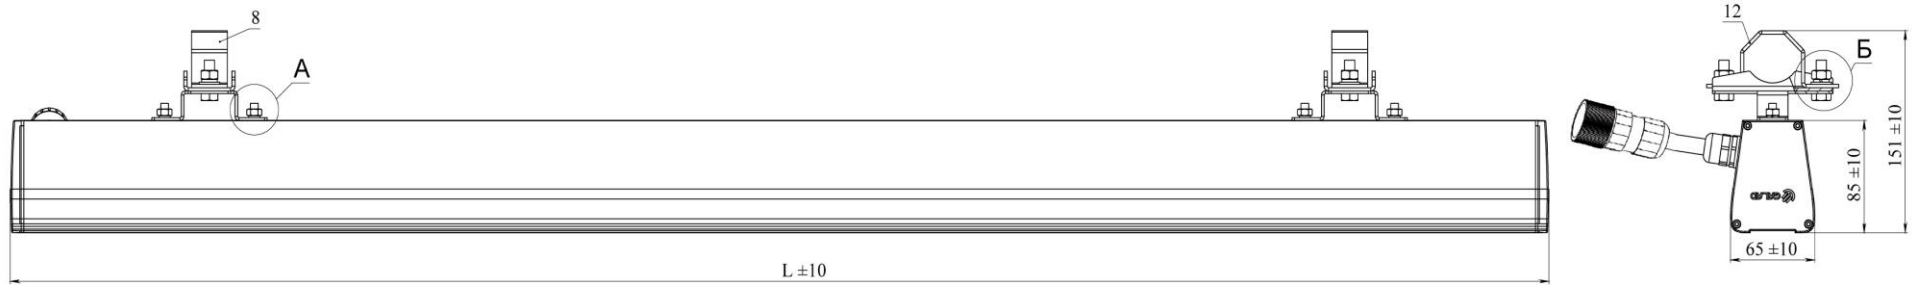

Рисунок 3
5.4.1. Светильники с кронштейнами под установку на трубу монтировать следующим образом. Открутить четыре гайки М6 (поз.6) (Вид «А» Рисунок 3), снять гроверные шайбы (поз.7), установленные на шпильках планок, расположенных в нижнем пазе светильника. Установить два кронштейна КНТ (поз.8) (Рисунок 4) совместив шпильки планок, установленных в нижний паз светильника с отверстиями на кронштейне. Установить гроверные шайбы (поз.7) и закрутить гайки М6 (поз.6) с усилием 9,4 – 13,4 Н.м.
Для удобства монтажа светильника имеется возможность регулировки кронштейнов КНТ (поз.8) (Рисунок 3) вдоль оси светильника, для этого необходимо ослабить четыре гайки М6 (поз.6) (Вид «А» Рисунок 3), установить кронштейны КНТ в необходимом положении, затем затянуть ранее ослабленные четыре гайки М6 с усилием 9,4 – 13,4 Н.м.
5.4.2. Открутить две гайки М8 (поз.9) снять гроверные и плоские шайбы (поз.10, 11) (Вид «Б» Рисунок 3), снять зажимную скобу (поз.12) установить светильник на трубу. Фиксация светильника осуществляется поджимом скобы (поз.12) двумя гайками М8 (поз.9) (Рисунок 3).